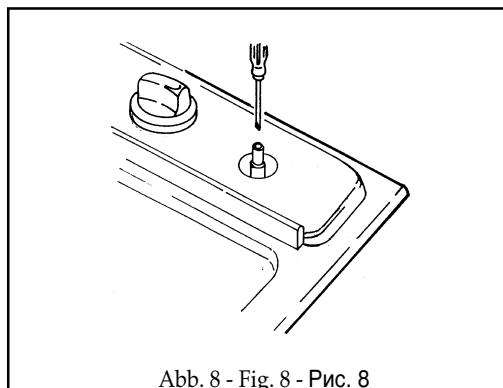

Abb. 8 - Fig. 8 - Рис. 8
- bei der Einstellung des Mindestwertes, den Hahnhebel auf das Minimum drehen und die Einstellschraube am Hahn mit entsprechendem Schraubenzieher drehen (s. Abb. 8). Bei Betrieb mit Flüssiggas (Butan-/Propangas) Einstellschraube fest anziehen.
- to adjust to the minimum, use a screwdriver on the screw placed on the tap (Fig. 8) after turning the tap to its minimum position. For LPG (butane/propane) screw tight.
- При установке уровня минимальной подачи газа рычаг крана повернуть в положение минимум и соответствующей отверткой вращать регулировочный винт (см. Рис. 8). При использовании жидкого газа (бутан-пропан) завернуть крепко регулировочный винт.